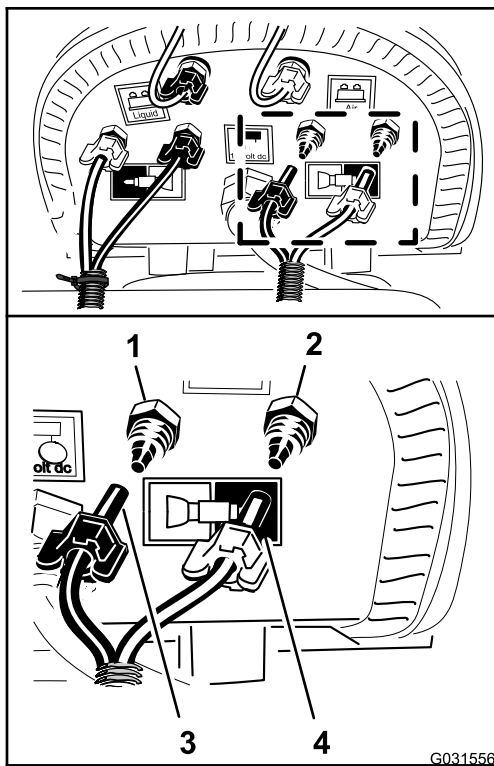

図 146
5. マークの付いていないケーブルタイの付いていないチューブ束で、左側ブーム用の青色チューブを左側ブーム用給水部の圧縮フィッティングに取り付ける 図 146。
6. チューブの圧縮ナットをフィッティングに嵌め、ナットを手締めする 図 146。
7. 左側ブーム用の透明チューブを左側ブーム用エア供給部の圧縮フィッティングに取り付ける 図 146。
8. チューブの圧縮ナットをフィッティングに嵌め、ナットを手締めする 図 146。